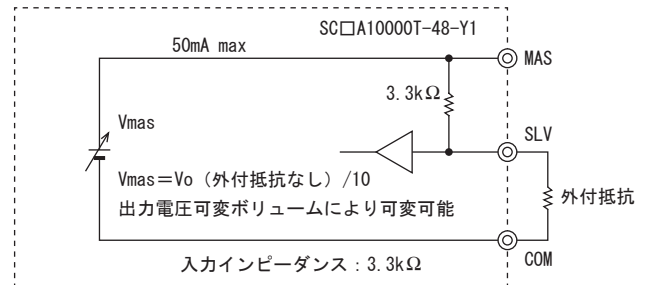

図5.2 SLV端子内部回路
- 外付抵抗を接続して出力電圧を可変する場合（図 5.2）、接続前よりも高い電圧を出力することはできません。